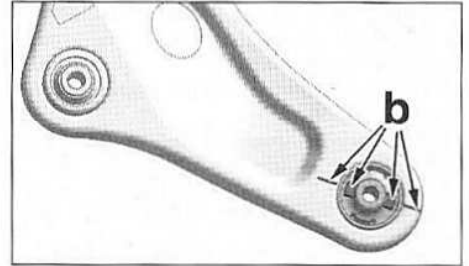

FIG. 18
- Repérer la position (b) de l'articulation élastique arrière par rapport au bras (Fig.18).